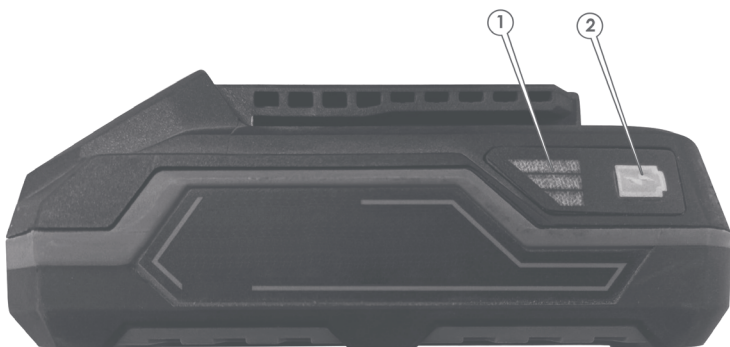

Рисунок 6. Схема перевірки рівня заряду акумуляторної батареї.
- Натиснути та утримувати кнопку акумулятора (2, рис. 6), яка розташована на верхній панелі акумулятора;
- Перевірити рівень зарядженості акумулятора. Під час утримання кнопки залежно від стану заряду батареї почнуть світитися відповідні індикатори (1, рис. 6).
- Контролювати ступінь зарядження акумулятора за кольором індикаторів (1, рис. 6).